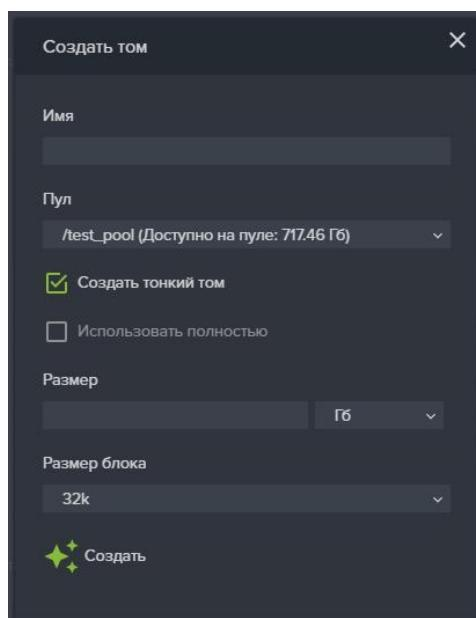

Рисунок 46. Создание тома
2. Нажмите на кнопку «Создать том», откроется одноименное окно (см. Рисунок 46).